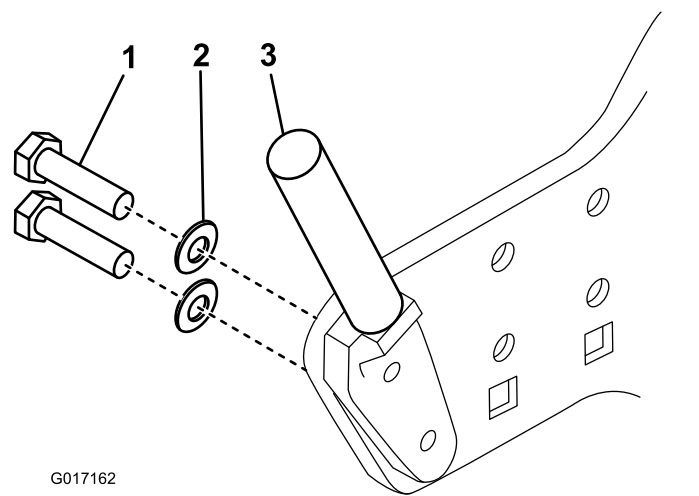

Bild 4
- Entfernen Sie die 2 Schrauben und Scheiben, mit denen die Befestigungsstange des Grasfangkorbs an der linken Platte befestigt ist (Bild 4). Entsorgen Sie die Schrauben, bewahren Sie jedoch die Scheiben auf.